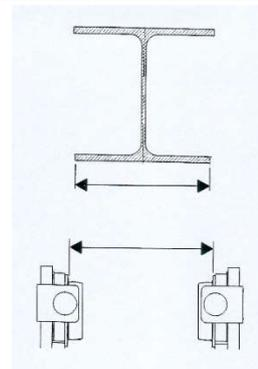

fig. 19
4. Compruebe la idoneidad y el funcionamiento correcto del sistema eléctrico de alimentación de red: (fig.19)